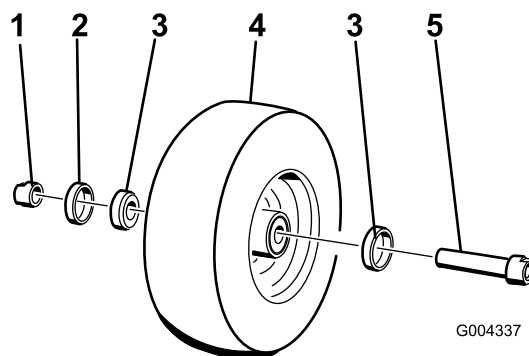

Figure 27
6. Retirez **un** des écrous-entretoises (avec méplats) de l'essieu (Figure 27).
7. Déposez l'essieu **sans** retirer l'écrou-entretoise opposé (Figure 27).
10. Insérez le roulement, assorti d'un joint neuf, dans la roue (Figure 27).
12. Montez l'assemblage écrou et essieu dans la roue du côté roulement, avec un joint neuf (Figure 27).
14. Insérez le second roulement, assorti d'un joint neuf, dans la roue (Figure 27).